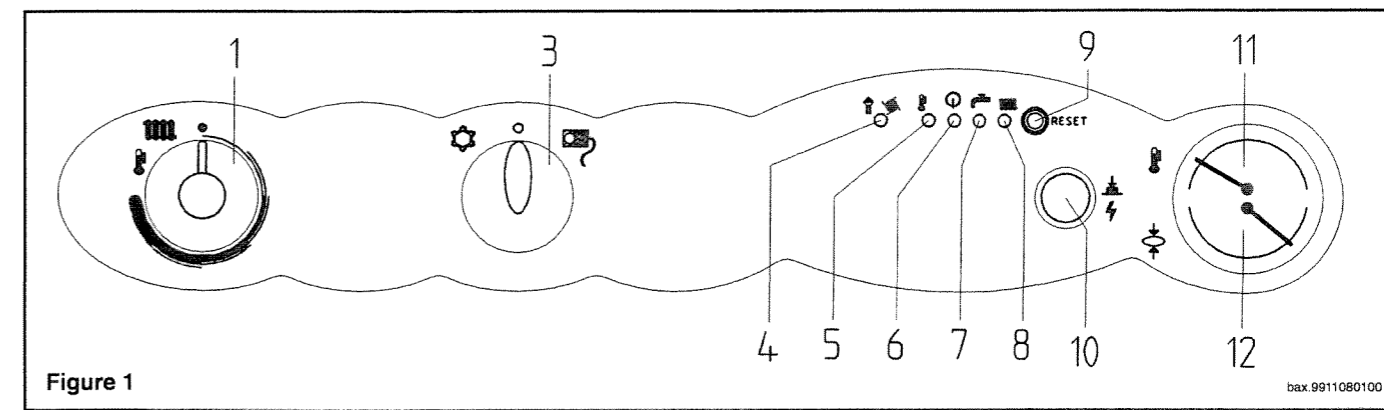

Figure 1
Important: Pour valider les fonctions de télécontrôle, il est nécessaire que le sélecteur (3) de la figure 1 soit positionné sur ETE (☑). Dans ce cas, les voyants de fonctionnement de la chaudière (6 et 7, figure 1) clignotent respectivement pour la demande de chaleur pour l'eau de chauffage ou sanitaire. Les dispositifs de réglage des températures (1 et 2, figure 1) ne sont pas validés.